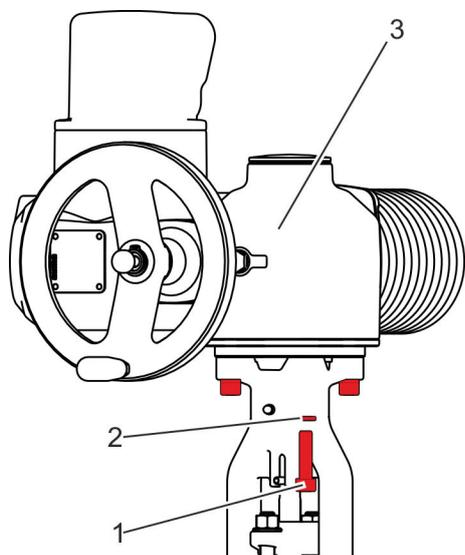

Abb. 38: Elektrischen Antrieb befestigen
10. Elektrischen Antrieb (Abb. 38/3) auf dem Bügelaufsatz unter Verwendung von Schrauben (Abb. 38/1) und Scheiben (Abb. 38/2) befestigen.
Schrauben (Abb. 38/1) gemäß Herstellerangaben festziehen.